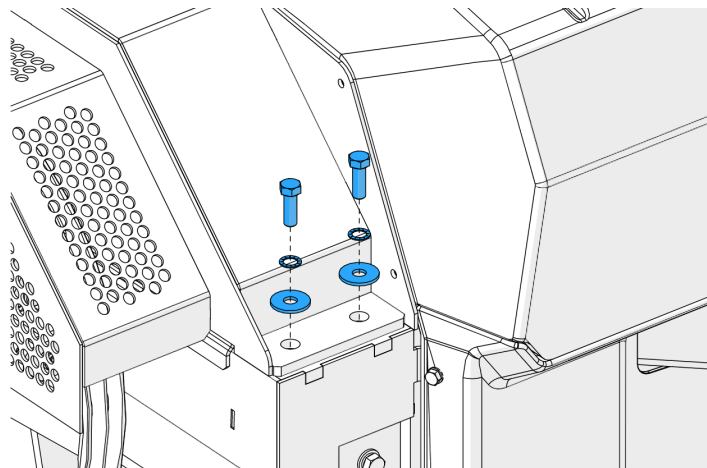

Abbildung 49 - Schrauben der Häckselkammerabdeckung
5. Entfernen Sie die beiden Schrauben, mit denen die Häckselkammerabdeckung geschlossen ist (Abbildung 49).